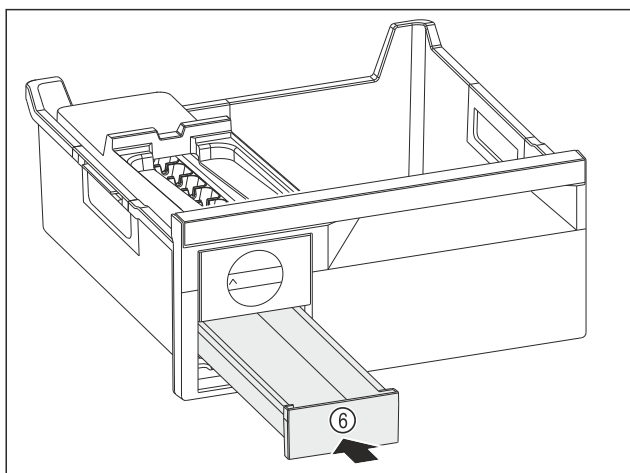

Fig. 149
- Spingere verso l'interno il cassetto del ghiaccio Fig. 149 (6).